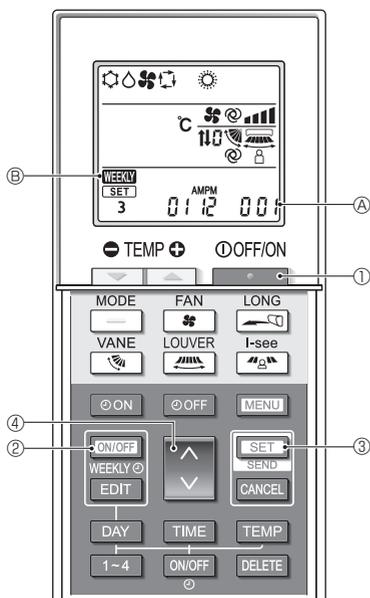

Fig. 6-1
6.1. Passage en mode de réglage des fonctions (Fig. 6-1)
1. Appuyez sur la touche **MENU** ③ pour arrêter le bimatériau.
- Si la minuterie hebdomadaire est activée, appuyez sur la touche **ON/OFF WEEKLY** ② pour la désactiver. (**WEEKLY** ⑥ disparaît.)
2. Appuyez sur la touche **SET** ③ pendant 5 secondes.
6.2. Entrée du numéro de réglage du modèle de groupe (Fig. 6-1)